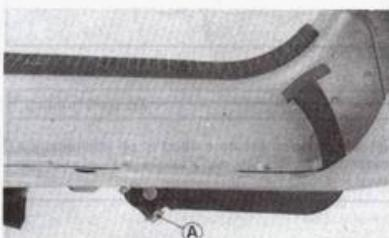

Fig. 52
**Desmontaje:** mediante la separación del tornillo «A» (Fig. 52) desmontar el pedal de freno. Sacar el rácor «B» y extraer el conector «D», bajar la placa «E» (sin forzar excesivamente), sacar la mordaza de anclaje y extraer el tubo que une el depósito con la bomba. Desenroscar el rácor del tubo de freno trasero y extraer la placa completa.
**Montaje:** unir el tubo de freno trasero al regulador de presión, el tubo de aducción de líquido a la bomba y **apretarlo con una nueva abrazadera**. Introducir la placa en su alojamiento y apretarla con sus tuercas «D» con un par de apriete de 8-10 Nm (0,8-1 kgm). Montar el tubo del freno delantero, apretar el rácor «B» y unir el conector «C» de los cables de la luz de stop. Volver a meter el pedal del freno en su respectivo eje y apretar el bulón «A» (Fig. 52) con un par de apriete de 12-15 Nm (1,2-1,5 kgm).